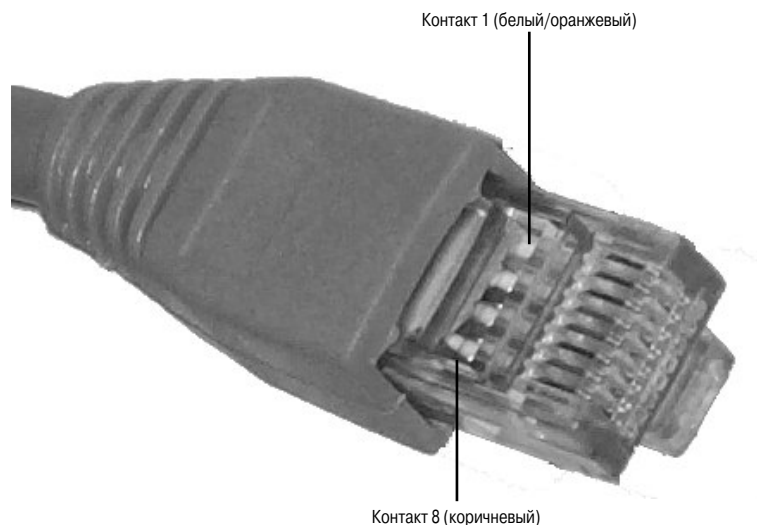
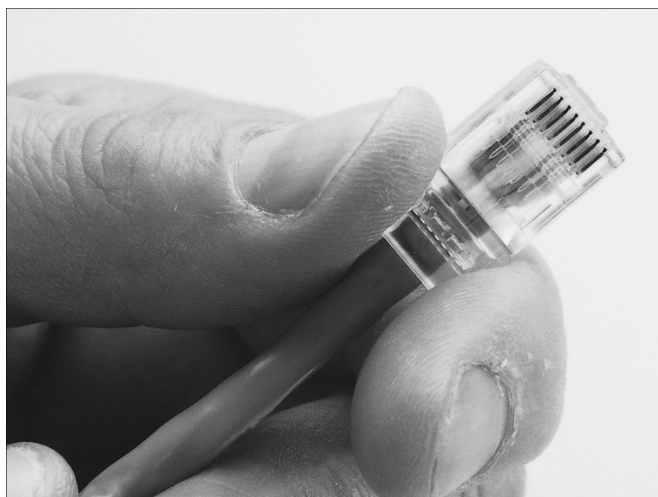

Рис. 20.16. Разъем RJ-45 стандарта EIA 568B/AT&T 258A
Рис. 20.20. Поместите провода в разъем RJ-45, предварительно проверив правильность их расположения
На рис. 20.16 представлен разъем кабеля RJ-45 стандарта EIA568B.
Разводка пересекающегося кабеля приведена в табл. 20.7. В ней представлено расположение выводов разъема одного конца кабеля; монтаж другого конца должен быть выполнен согласно стандарту TIA 568B (см. рис. 20.16).
8. Вставьте кабель со стороны зажима разъема RJ-45 (рис. 20.20). Убедитесь, что провода расположились в соответствии со стандартом EIA/TIA 568B *перед* тем, как поместить провода в разъем (см. рис. 20.16).